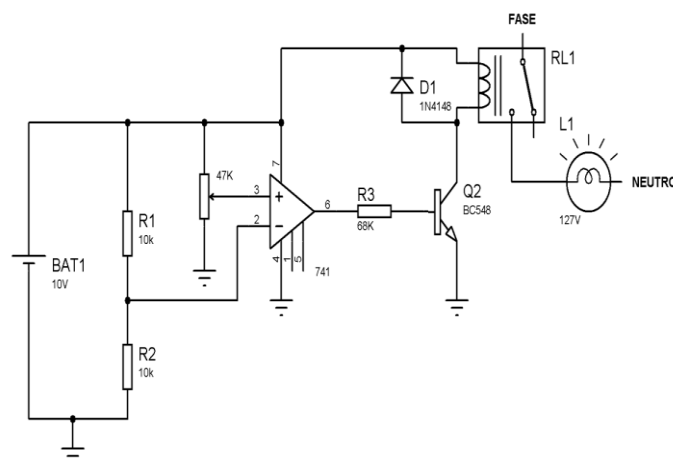

Figura 7: Circuito do experimento
- 1) Montar o circuito comparador com o amplificador operacional (AmpOp), um LDR, resistores e um potenciômetro, conforme a Figura 7. Ajustar o potenciômetro de forma que quando o LDR recebe luz a tensão na saída do AmpOp é zero, caso contrário seja maior que zero. Em que local foi colocado o LDR no circuito?